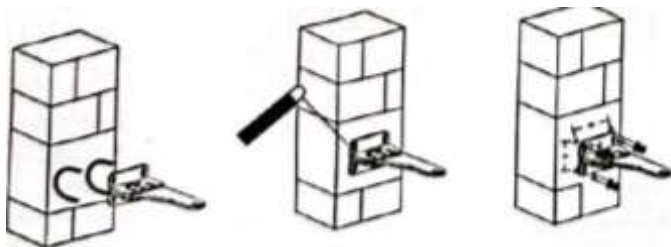

Figura 5
2. Taladro y soldadura de construcción, Figura 5 en el medio:
3. Pernos en U prefabricados, Figura 5 a la izquierda: